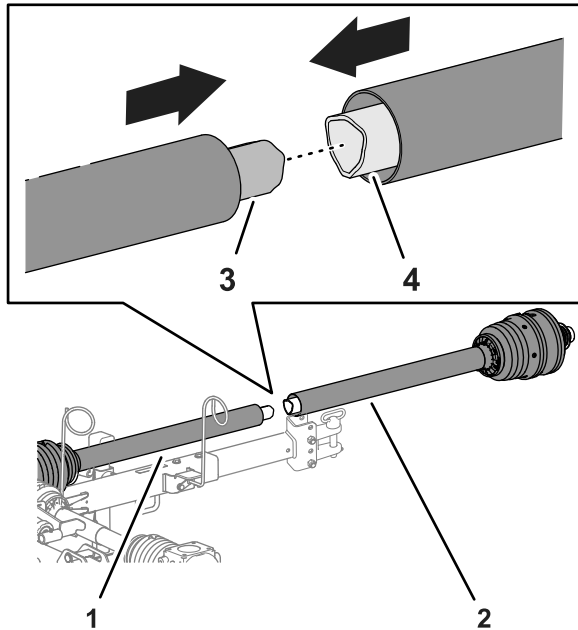

図 8
1. 後 PTO 駆動シャフトのインナーチューブを、前 PTO 駆動シャフトのアウターチューブに合わせて両方のチューブを接続する 図 8。